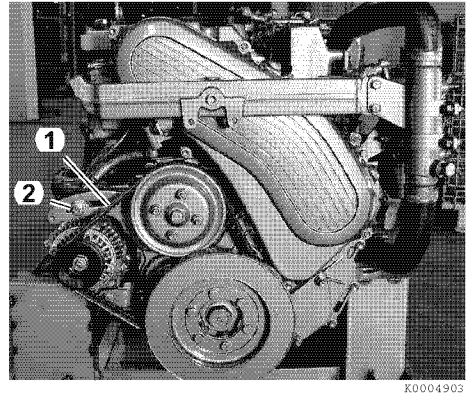

Figura 15
1. Compruebe la correa presionando su centro (1, **Figura 15**) con el dedo.
2. Afloje el tornillo del alternador (2, **Figura 15**) y mueva el alternador para ajustar la tensión de la correa trapezoidal.